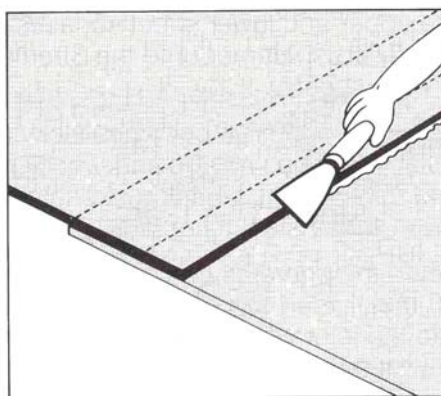

Рис. 19
5.2.5. Слегка нажмите на шов, чтобы мастика показалась на 1,0 мм от края соединения. Загладьте её как показано на (рис.19).